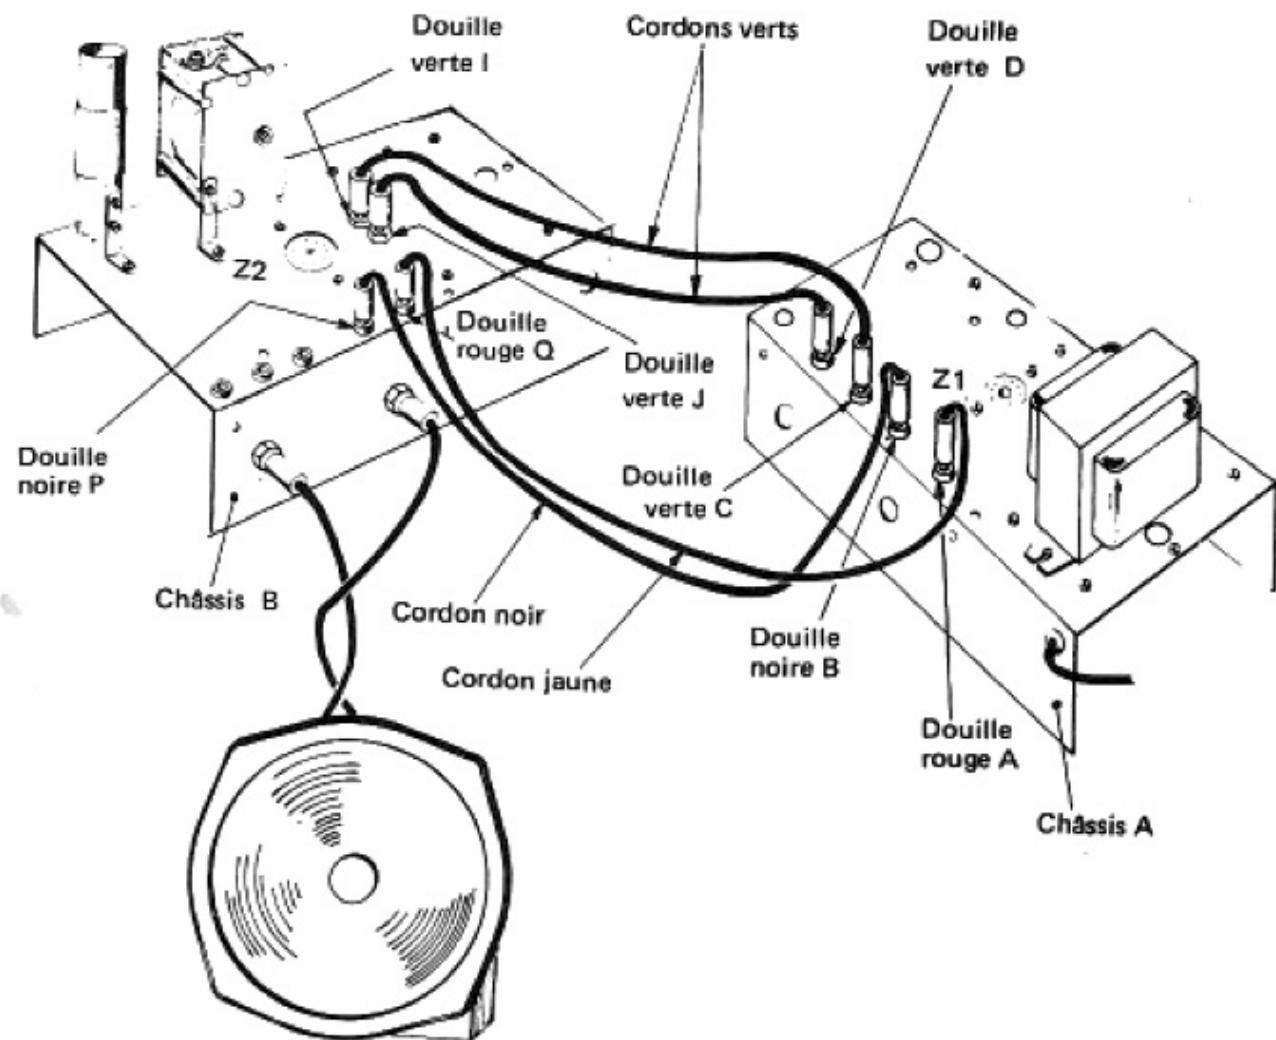

Figure 24
**CONTROLEZ** soigneusement l'exactitude de ces liaisons en vous reportant à la figure 24.